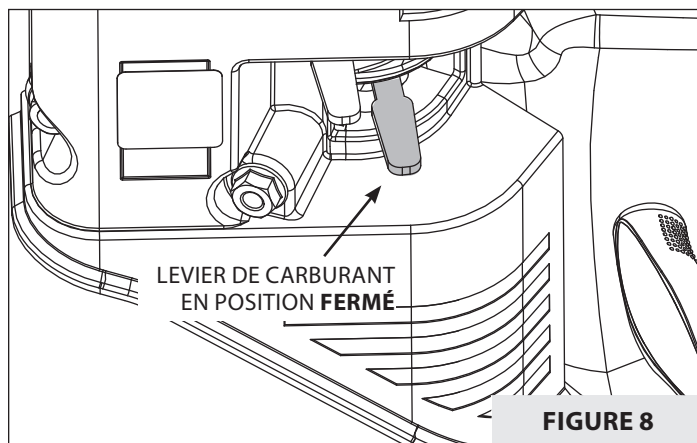

FIGURE 8
3. Mettre le levier de carburant en position **FERMÉ**. **VOIR FIGURE 8.**